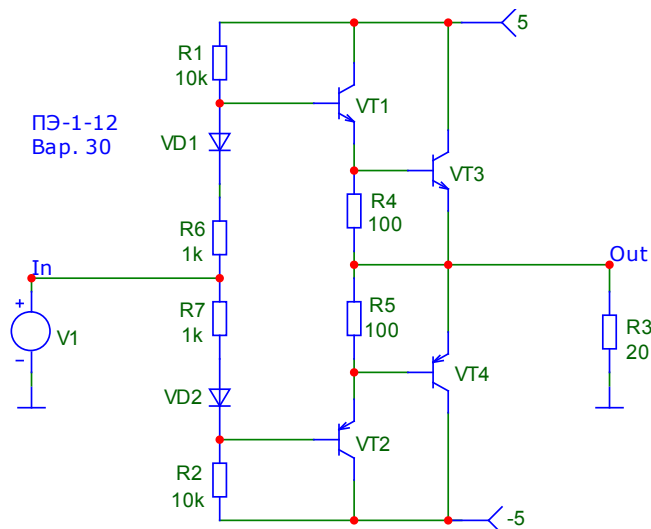

Рисунок 1.4 – Усилитель мощности с повышенной температурной стабильностью
4.1. Собрать или загрузить из файла схему двухтактного усилителя мощности с составными транзисторами (рис. 1.4). Задать амплитуду источника синусоидального сигнала  $V1 = 3 \text{ В}$ . Указать в поле схемы группу и номер варианта (номер в журнале посещаемости).